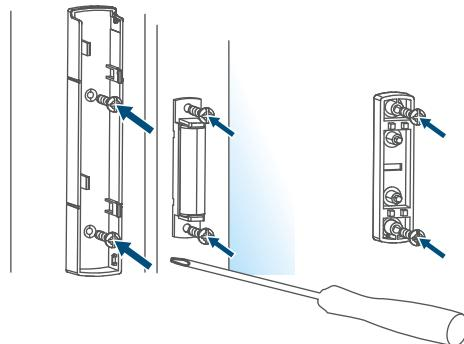

Abbildung 12
- Halten Sie die Rückseite des Magnetkontakteins bzw. das Distanzstück an die gewünschte Montagestelle und drehen Sie beide Schrauben (2,2 x 13 mm) durch die Schraublöcher ein (s. Abbildung 12).